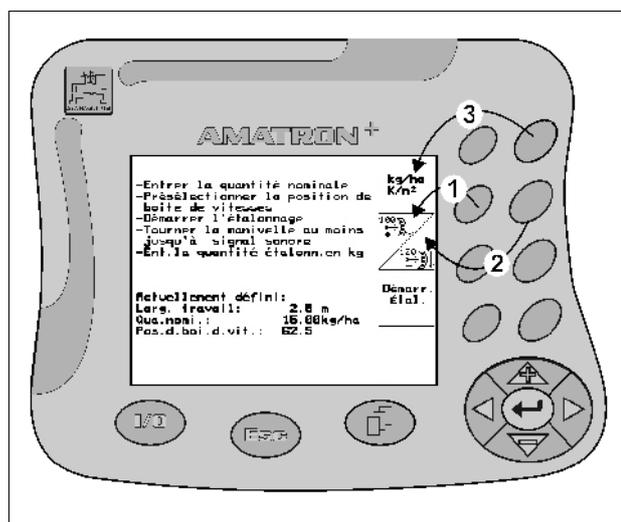

Fig. 9
- La touche gauche sert à piloter la zone en haut à gauche (Fig. 9/1).
- La touche droite sert à piloter la zone en bas à droite (Fig. 9/2).
Si des zones carrées s'affichent à l'écran, seule la touche droite permet de piloter la zone de fonction (Fig. 9/3).